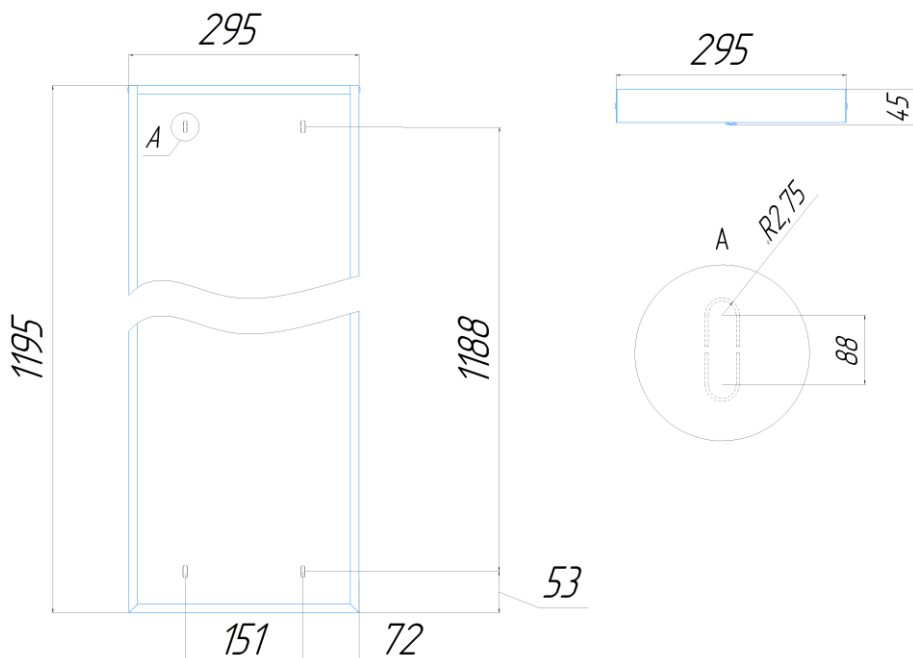

Рисунок 1. Габаритный чертеж и расположение установочных отверстий Esonex Office E 1195x295
5.1.2. Для установки светильника необходимо повернуть торцевую панель и аккуратно снять рассеиватель. Надежно закрепить на ровной поверхности корпус светильника при помощи комплекта креплений, габариты для монтажа см. рисунок 1 и 2.